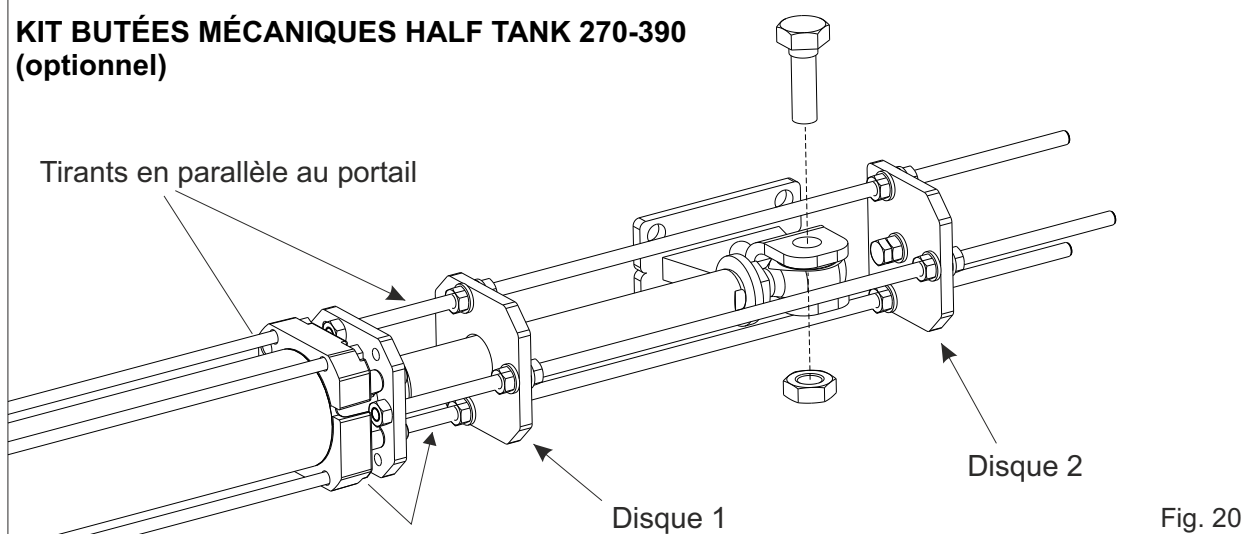

Fig. 20
- 3) Mettre les feillures de fin de course sur la bride antérieure de l'ensemble avec les deux tirants (des trois présents sur la feillure) qui se trouvent en parallèle au portail (Fig. 20)